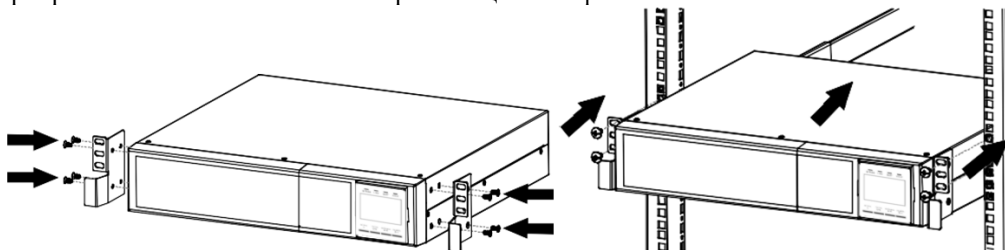

Рисунок 6 – Порядок установки ИБП в стандартный шкаф или стойку для телекоммуникационного оборудования шириной 19 дюймов
7.1.3 Установку ИБП в шкаф следует производить при помощи монтажного комплекта МК25 (монтажный комплект МК25 не входит в комплект поставки ИБП, и может быть приобретен дополнительно при заказе ИБП) в следующей последовательности (рисунок 6):